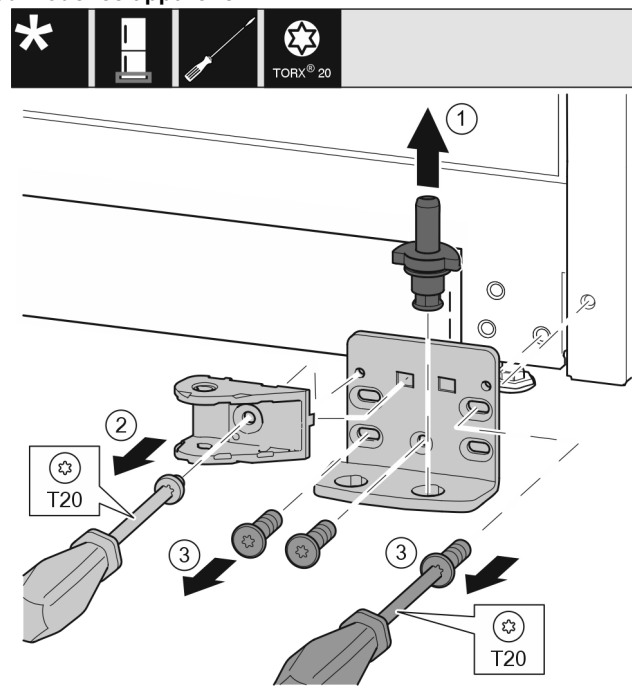

Fig. 34 *
- ▶ Sortir complètement l'axe de palier par le haut. Fig. 34 (1)*
- ▶ Desserrer la vis avec le tournevis T20 et enlever le joint amortisseur de fermeture. Fig. 34 (2)
- ▶ Desserrer les vis avec le tournevis T20 et enlever le support de palier. *Fig. 34 (3)**